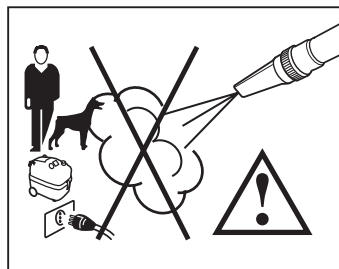

Fig. 3
- Evitez de la manière la plus absolue d'orienter le jet de vapeur vers des personnes, des animaux ou d'autres appareils électriques (**Fig. 3**).